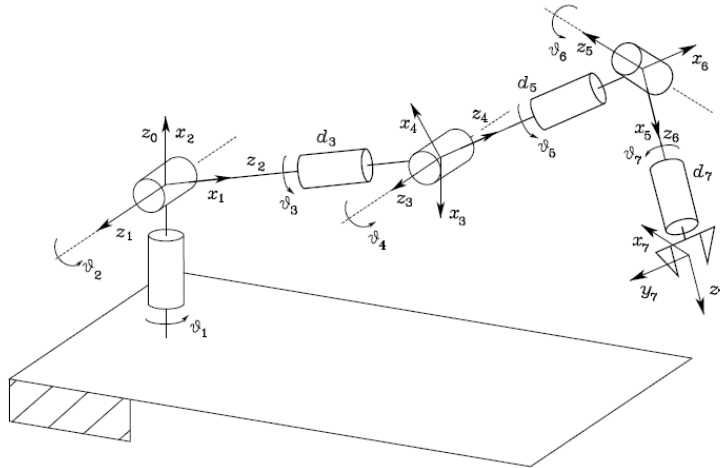

Figura 1: Schema cinematico del manipolatore del DLR.
- 1) La Figura 1 mostra lo schema cinematico del manipolatore del DLR. Tale manipolatore è dotato di sette giunti R con assi a due a due ortogonali ed incidenti. (i) Dopo aver enunciato i passi fondamentali per applicare la convenzione di Denavit-Hartenberg alla parametrizzazione di una catena cinematica seriale generica, la si applichi alla parametrizzazione del robot in Figura. In particolare: (ii) si disegni lo schema cinematico del robot in una configurazione di riferimento scelta a piacere; (iii) si rappresentino, nella stessa configurazione, i sistemi di riferimento solidali ai vari link riportando sul disegno le grandezze di interesse; (iv) si scriva la tabella di Denavit-Hartenberg per il robot, facendo particolare attenzione ad indicare anche i necessari offset angolari/traslazionali. (v) Si dimostri come ricavare la struttura del Jacobiano trasposto seguendo l'approccio statico; (vi) si ricavi l'espressione simbolica del Jacobiano (o del suo trasposto) nella sola configurazione di riferimento inizialmente scelta.